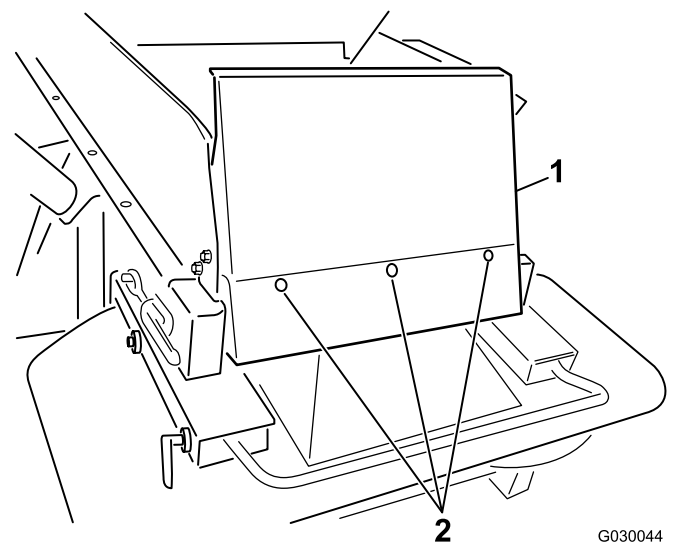

Figure 7
6. Montez le déflecteur de la benne au moyen des boulons à tête ronde (1/4 x 5/8") et des contre-écrous en nylon fournis (Figure 7).